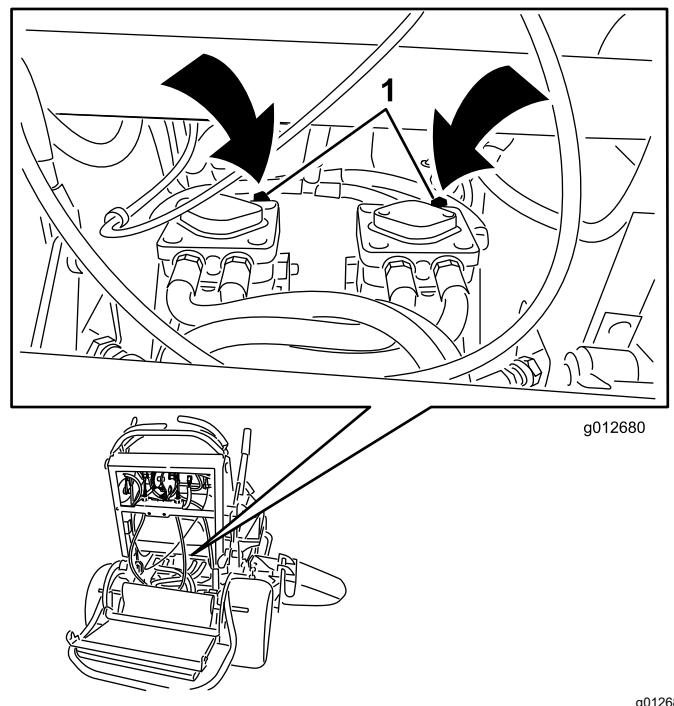

Figura 27
3. Aprite la valvola di bypass su entrambe le pompe facendole ruotare in senso antiorario di 1 o 2 giri (Figura 27).